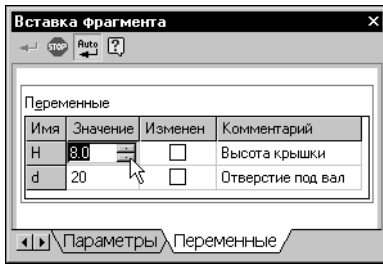

Рис. 65.17. Изменение значений переменных
15.1. Задайте новое значение переменной  $H$  (размер высоты крышки), равное  $8$  (рис. 65.17).